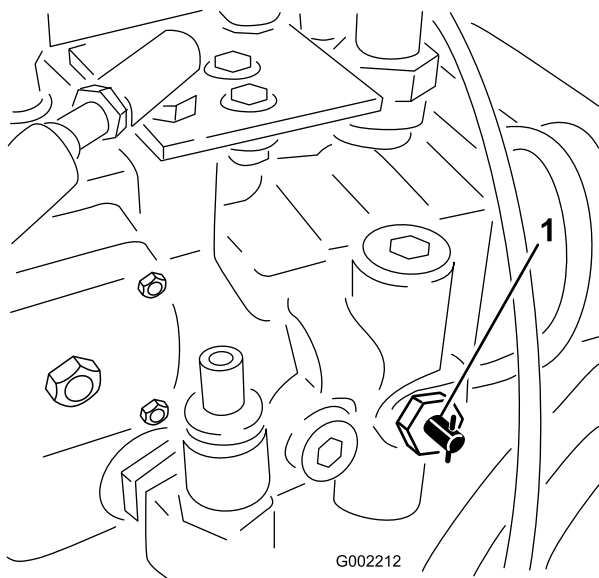

Figura 53
1. Ruotate la valvola di traino (Figura 53) di 90° in una direzione per aprirla.